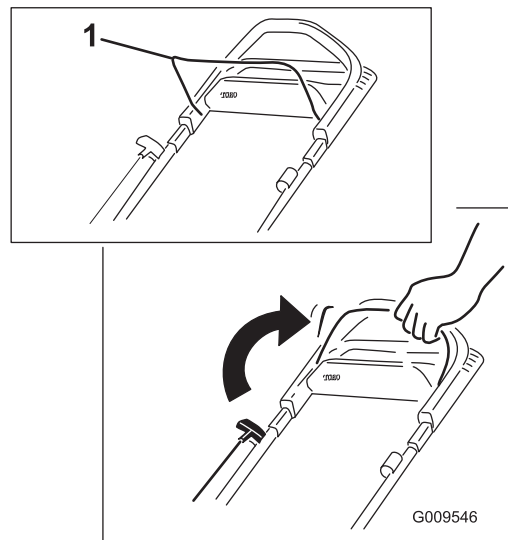

Figure 11
1. Maintenez la barre de commande des lames contre le guidon (Figure 11).